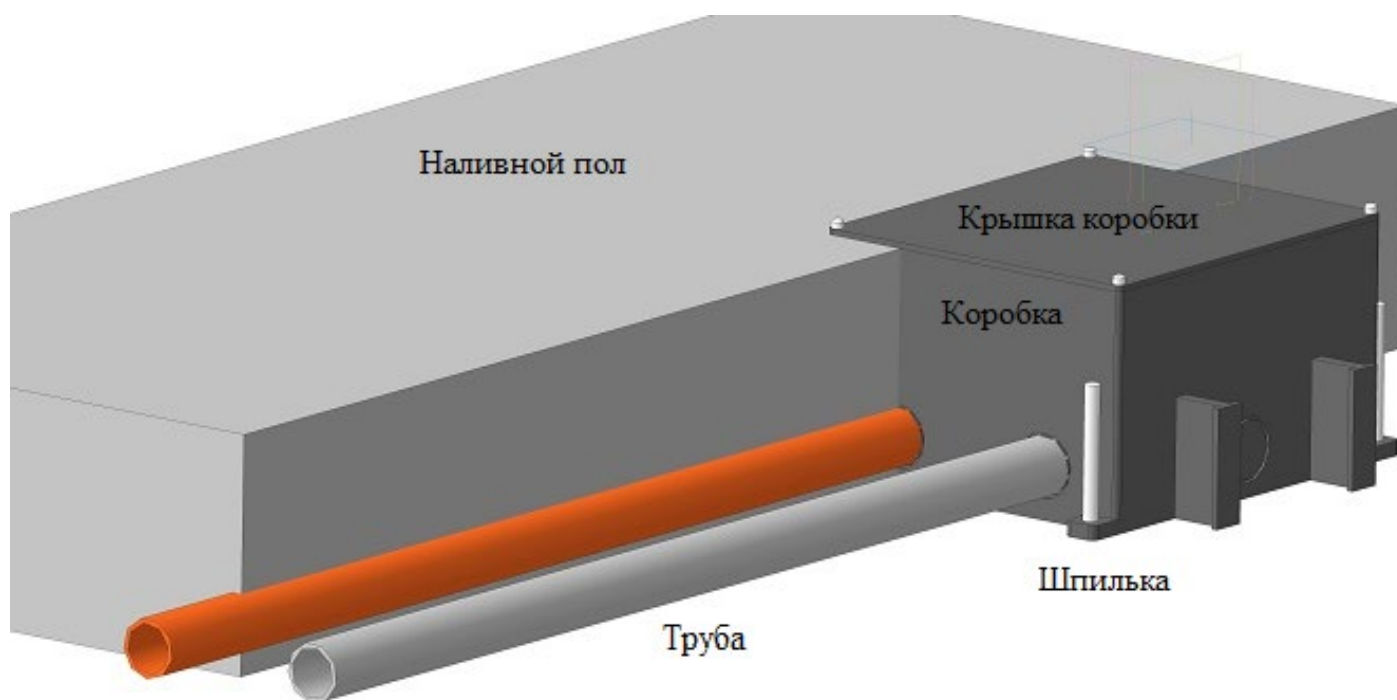

Рис. 5
2. В коробке удалить защитные вкладыши в перфорированных отверстиях и завести предварительно проложенные на полу трубы с кабелем в коробку (рис. 5).